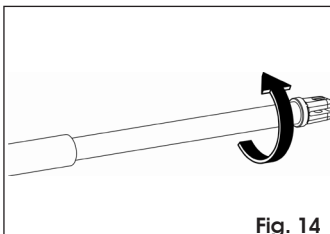

Fig. 14
6. Draai de stang van de aandrijving een halve/één slag zodanig met de wijzers van de klok mee, Fig. 14, dat de stang wordt ingetrokken.